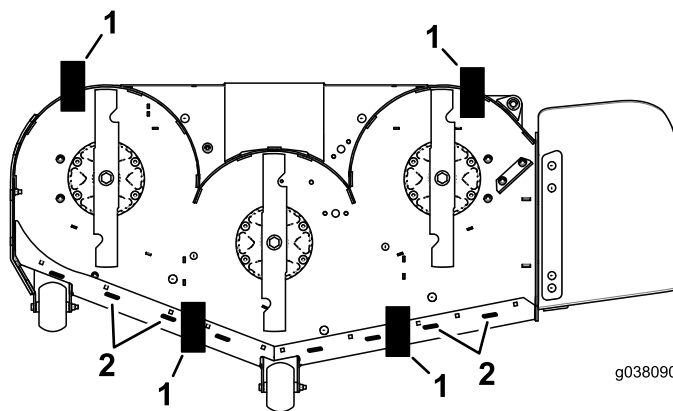

Figura 86
11. Amplasai 2 blocuri (consultați tabelul privind înălțimea blocului i cuitul pentru tuns) sub marginea din spate a punii de tăiere, câte unul pe fiecare parte a punii de tăiere (Figura 86).